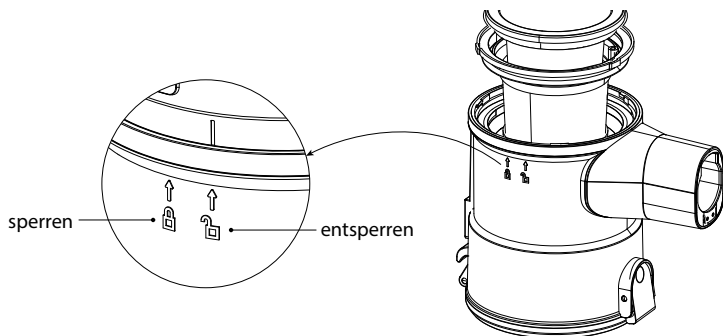

Abb. 2
- Den Deckel des Staubbehälters (10) leicht drehen und nach oben ziehen. Dabei auf die Markierungen des Behälters achten, die die Entsperrung anzeigen (Abb. 2).